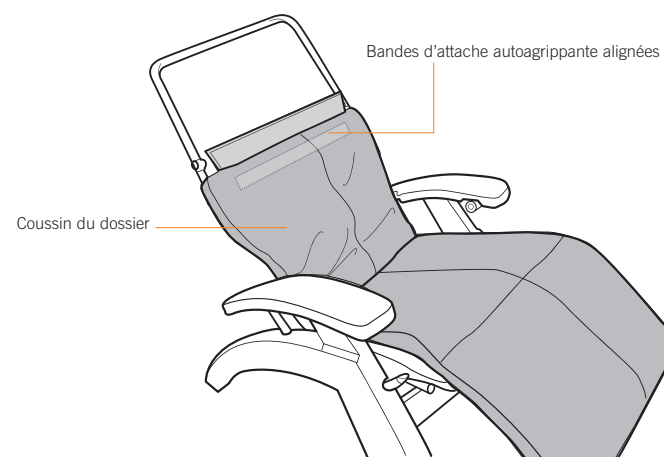

Fig.7
3. Tirez vers le haut sur le coussin de dossier jusqu'à ce que la bande de fixation autoagrippante à l'arrière du coussin s'aligne avec la bande de fixation autoagrippante sur la toile du fauteuil, puis appuyez fermement les deux bandes l'une contre l'autre (Fig.7).